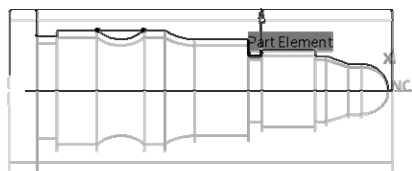

图 6-55 定义零件轮廓（3）
- 定义零件轮廓 (3)。单击“Groove Turning.1”对话框中的, 切换到几何参数选项卡，单击对话框中零件轮廓感应区，选择如图 6-55 所示的曲线作为零件轮廓，在空白处双击鼠标左键返回。